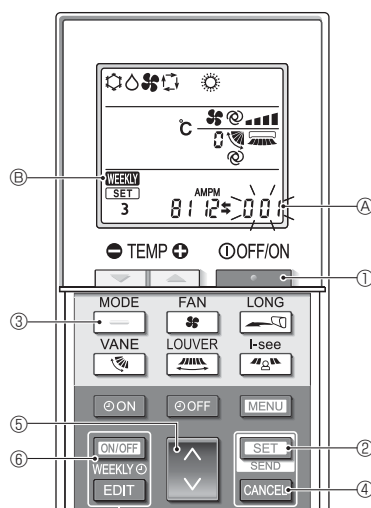

Fig. 4-12
4.12.8. Hur man stoppar arbetet i AUTO-läget (Fig. 4-12)
2. Tryck på knappen **SET** ② i 5 sekunder.
3. Tryck på knappen **UP** ④.
4. Färdigställ inställningarna (Fig. 4-12)